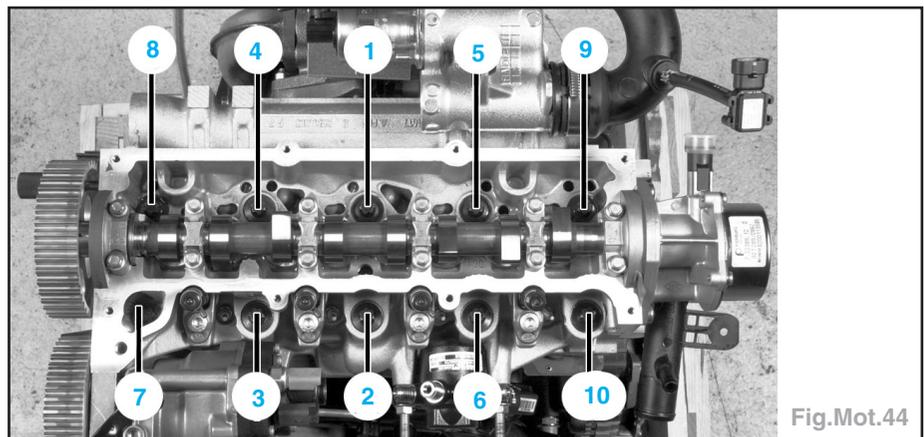

Fig.Mot.44
- Serrer les vis de culasse en respectant l'ordre et le couple de serrage prescrits (Fig.Mot.44).